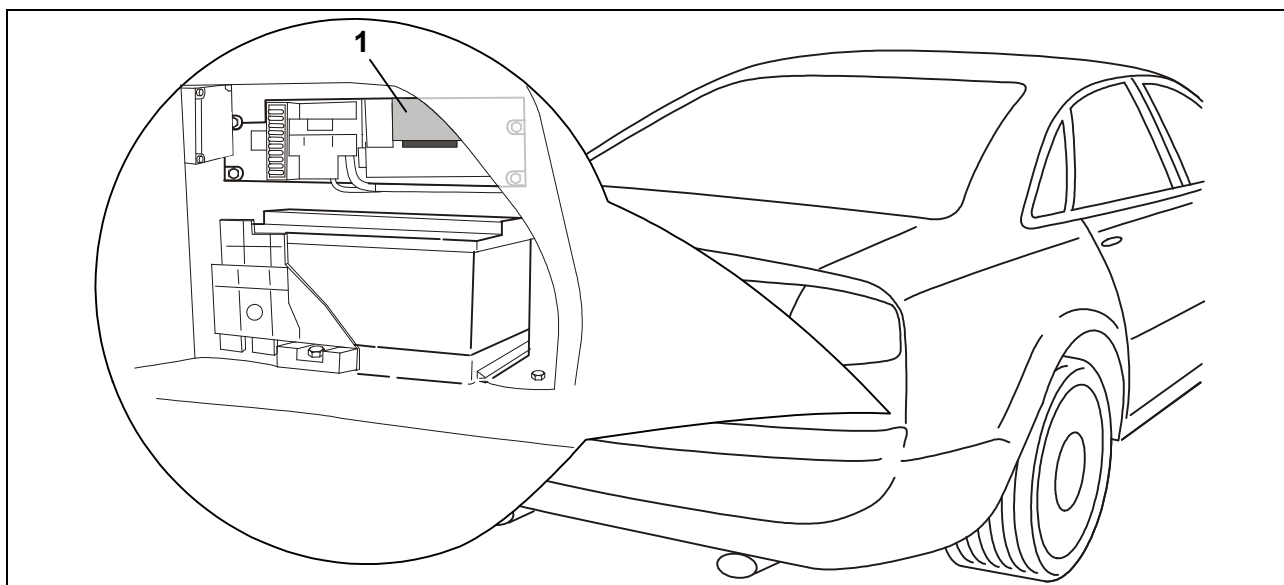

Fig. 5: Regeltoestel aan de achterzijde van het voertuig (ILM)
19. De 32-polige stekker (blauw) van het regeltoestel (ILM) (Fig. 5/1) eraf trekken.
23. De 32-polige stekker (blauw) op het regeltoestel (ILM) (Fig. 5/1) vastspelden.